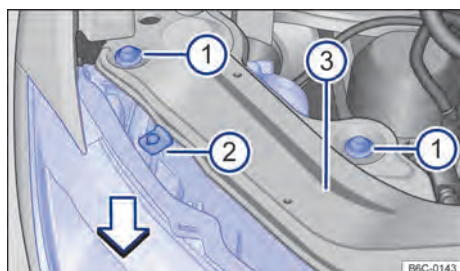

Fig. 181 No compartimento do motor: parafusos de fixação do farol dianteiro.
- Remover os parafusos de fixação → Fig. 181  com o auxílio de uma chave torx.
- Mover o farol para frente, no sentido da seta → Fig. 181, até que os dois cliques da parte inferior desencaixem e possibilite a remoção do farol.
- Recolocar o farol cuidadosamente até que os dois cliques inferiores encaixem e o batente superior → Fig. 181  encoste no suporte do farol .